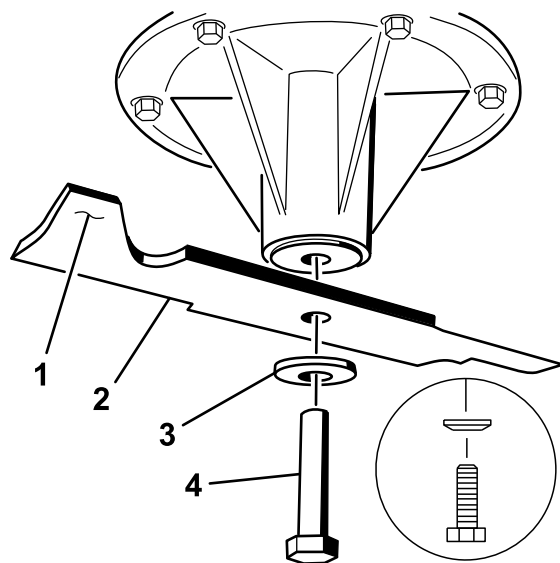

Figure 106
1. Placez la lame sur l'axe (Figure 106).
2. Installez la rondelle élastique et le boulon de la lame (Figure 106).
Remarque: Le cône de la rondelle élastique doit être dirigé vers la tête du boulon (Figure 106).